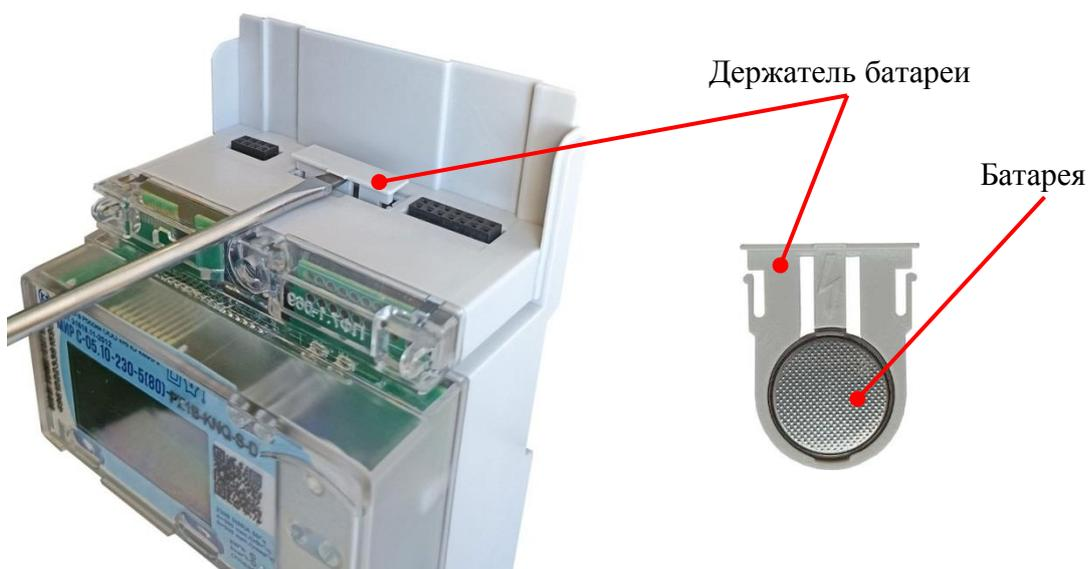

Рисунок 14.2 – Замена батареи в счетчике для установки на DIN-рейку
14.1.7 Для установки или замены дополнительной (сменной) батареи в счетчике для установки на DIN-рейку (рисунок 14.2) необходимо: